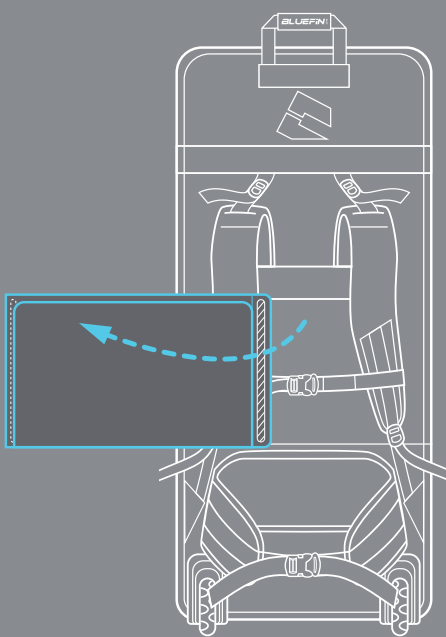

Imagen 2.
- Levanta la solapa de velcro, Imagen 1 y separa la sección central del acolchado para levantar la solapa de la correa. **Imagen 2.**